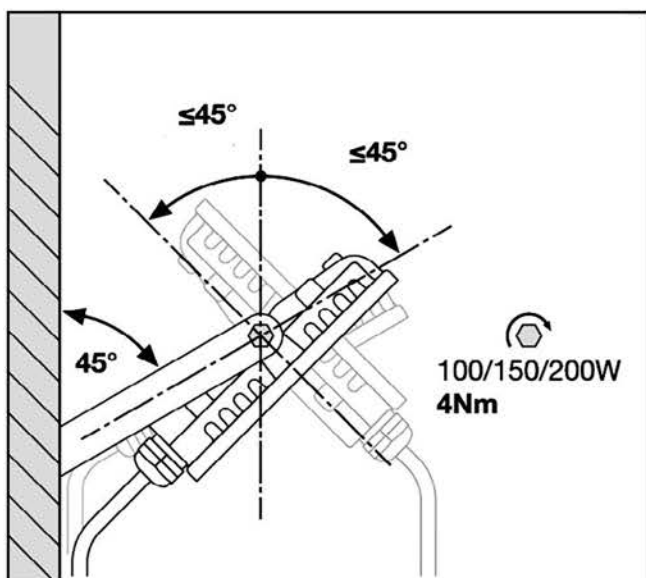
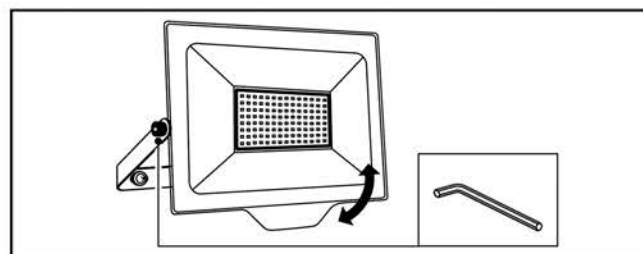

Рис. 2
Рис. 3
- 5.6 Закрепить осветительный прибор на устанавливаемой поверхности, ослабить боковые винты с помощью шестигранника, отрегулировать угол наклона осветительного прибора (рис. 2), после чего надежно затянуть боковые винты (рис. 3).